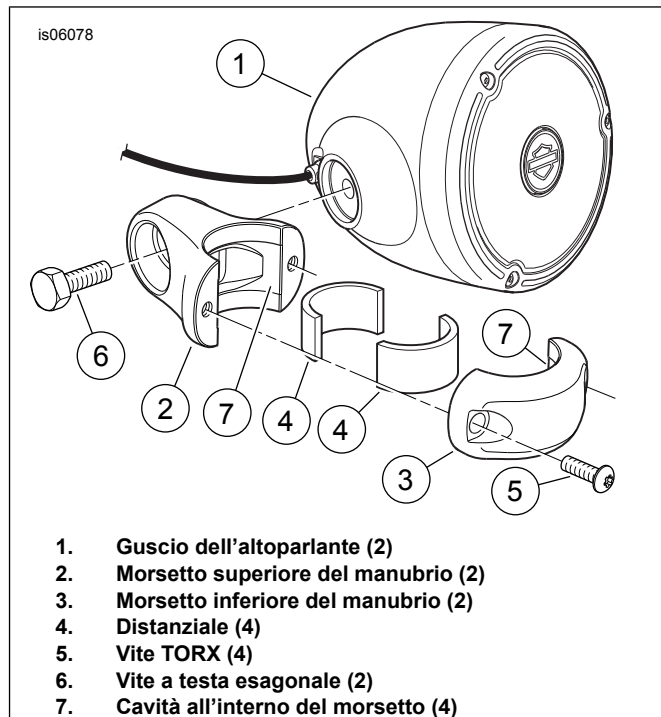

Figura 3. Installazione dell'altoparlante montato sul manubrio
1. Vedere Figura 3. Prendere dal kit i seguenti elementi:
- Guscio dell'altoparlante (1)
- Due morsetti superiori del manubrio (2)
- Due morsetti inferiori del manubrio (3)
- Quattro distanziali (4)
- Quattro viti (5)
- Due viti (6)